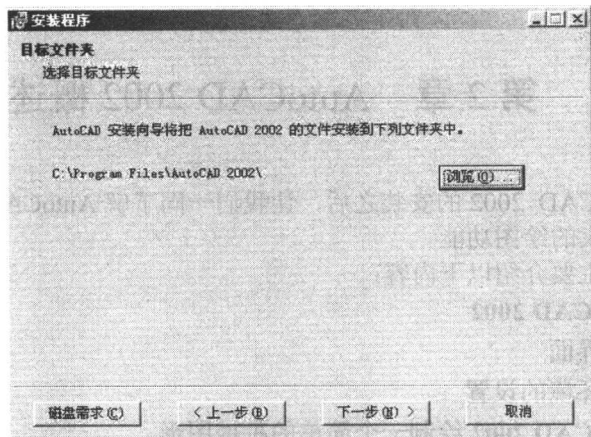

图 1-6 安装 AutoCAD 2002 —— 选择安装目录
(8) 弹出目标文件夹目录。如图 1-6 所示, 缺省的安装目录是“C:\Program Files\AutoCAD 2002\”, 如果需要更改, 单击【浏览】按钮, 进行安装目录的选择。